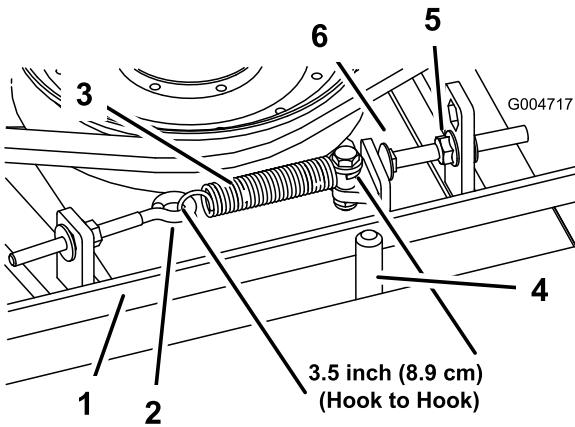

Figure 97
Lorsque le ressort d'extension est correctement tendu, l'intérieur doit mesurer (d'un crochet à l'autre) entre 8,3 et 9,5 cm. Lorsque le ressort est correctement tendu, ajustez le boulon de butée (boulon de carrosserie) jusqu'à obtention d'un jeu d'environ 0,17 à 0,4732 cm entre la tête du boulon et le bras de tension (Figure 97).
**Remarque:** La courroie doit être placée du côté ressort du guide (Figure 97).
2. Desserrez le boulon à œil pour pouvoir enlever le ressort d'extension (Figure 97).
3. Desserrez l'écrou à embase qui fixe le boulon de butée à la patte de montage, et écartez la poulie de tension de la courroie pour détendre cette dernière (Figure 97).
- Remarque:** La courroie doit être placée du côté ressort du guide (Figure 97).
9. Raccrochez le ressort d'extension (Figure 97) au boulon à œil et tendez la courroie comme suit :